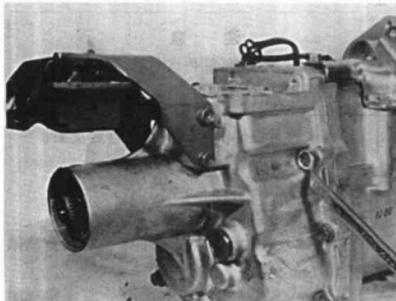

图 10-15
(3) 拆下变速摇臂和速度表驱动齿轮盖。
(4) 拆下延伸壳体 and 变速器壳体的连接螺栓,并拆下延伸壳体(图 10-15)。